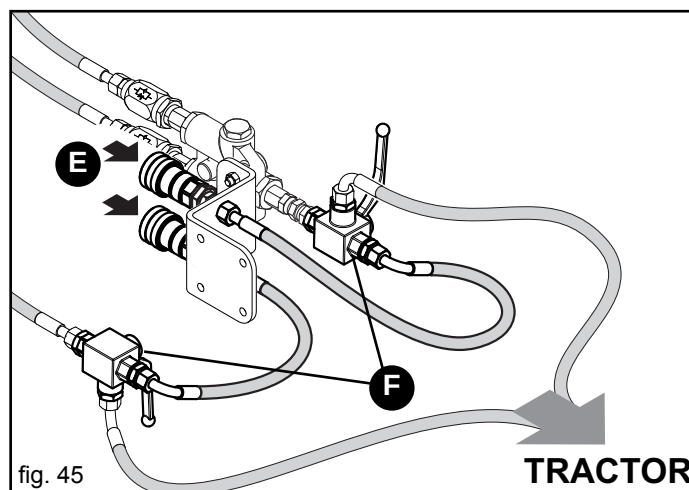

fig. 45
Dans les versions 500 et 600, l'installation oléohydraulique du traceur peut être équipée de robinets à 3 voies (F, Fig. 45) qui permettent de gérer et de contrôler, avec le même distributeur que celui du tracteur, une application supplémentaire (E) qui peut être utilisée avec le semoir arrêté (exemple: Appareillage pour le chargement de la trémie de graines).